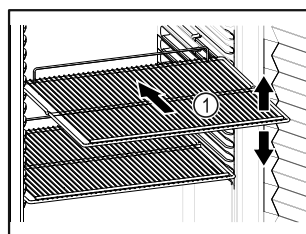

Fig. 47 Vejledende illustration
- Tilpas højden, når bærestene *Fig. 47 (1)* kan flyttes.